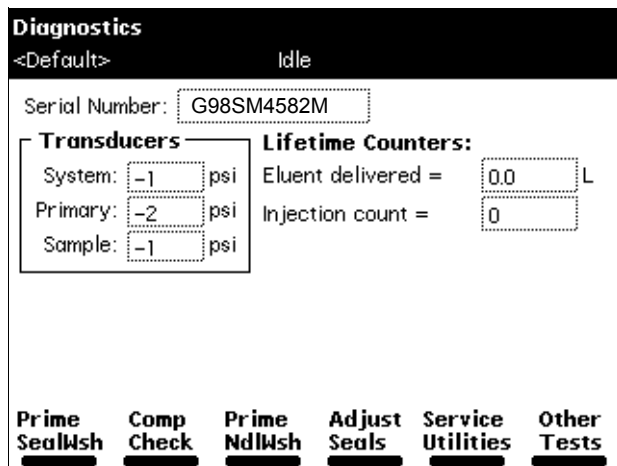

图 3-14 诊断屏幕
1. 按 Main（主）屏幕上的 **Diag（诊断）** 屏幕键。出现 Diagnostics（诊断）屏幕（图 3-14）。有关 Diagnostics（诊断）屏幕的详细信息，请参阅第 8.3 节，执行主要诊断。
2. 按 Main（主）屏幕上的 **Diag（诊断）** 屏幕键。出现 Diagnostics（诊断）屏幕（图 3-14）。